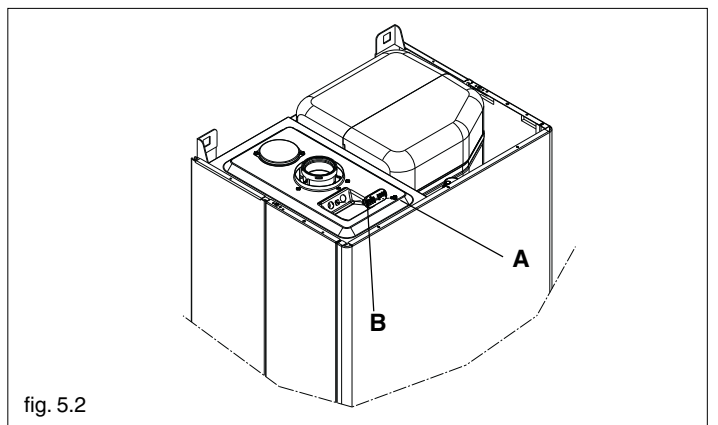

fig. 5.2
- Monter prøveapparatet på kedlens luftkammertop, efter at skruen A og beskyttelsehætten B er fjernet (fig. 5.2)